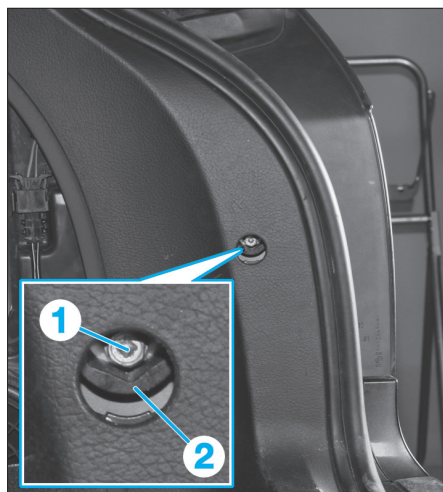

Fig. 61
- Dévisser la vis (1) (Fig.61).
- Serrer la vis de fixation (1) au couple prescrit (Fig.61).
Une fois l'écrou (2) desserré (Fig.61), le feu arrière peut être ajusté aux contours de la carrosserie (interstices réguliers).